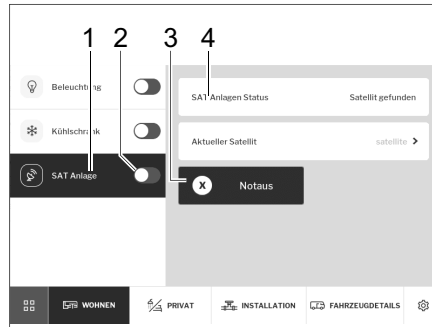

Fig. 278 Antenne parabolique
- Activer ou désactiver l'antenne parabolique à l'aide de l'interrupteur coulissant (Fig. 278,2).
- Appuyer sur la touche *Installation SAT* (Fig. 278,1). Le satellite sélectionné s'affiche (Fig. 278,4).
- Appuyer sur la touche *Arrêt d'urgence* (Fig. 278,3) lorsque l'antenne rencontre un obstacle.